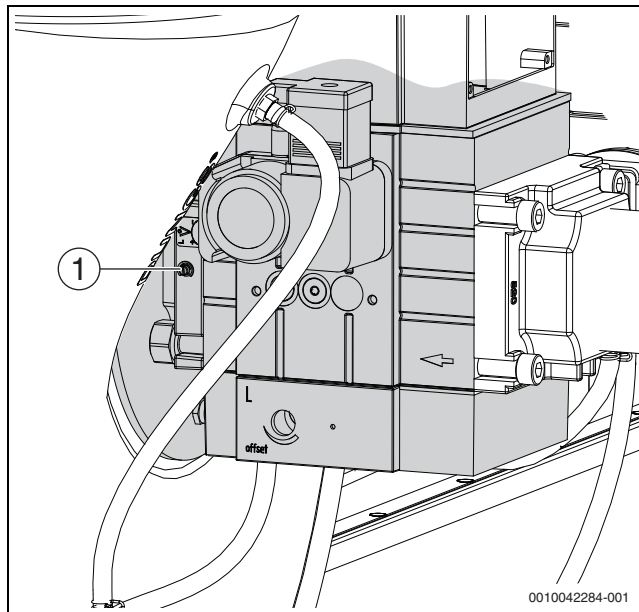

Рис. 36 Настройка CO_2 при полной нагрузке
- ▶ При содержании CO_2 ниже 8,7 % или выше 9,7 % установите регулировочным винтом большой нагрузки 9,2 % (→ Рис. 36).